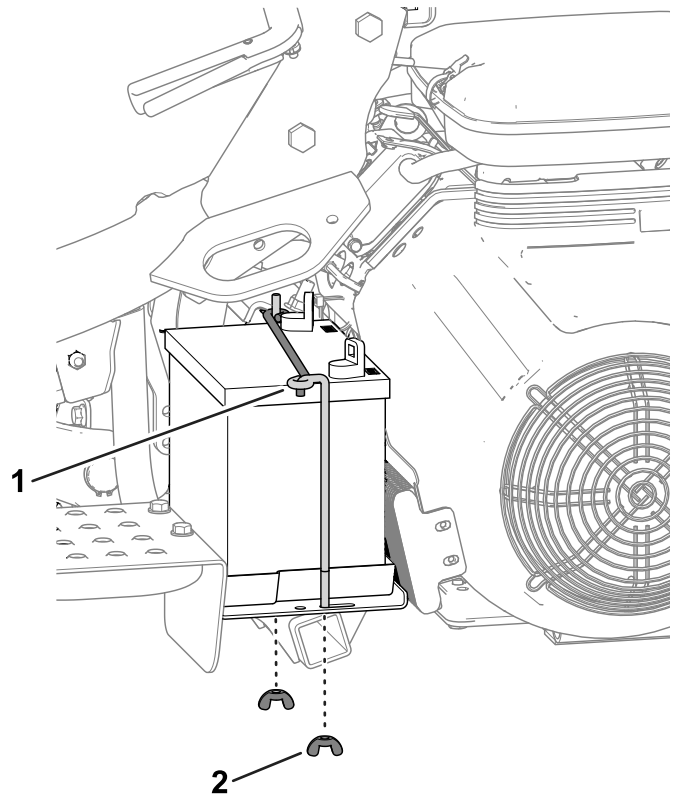

Figura 35
5. Coloque la batería en la bandeja de la batería y sujétela con las varillas y las fijaciones que se retiraron anteriormente (Figura 35).
2. Retire las tuercas de orejeta y las varillas que sujetan la batería a la plataforma (Figura 35) y retire la batería.